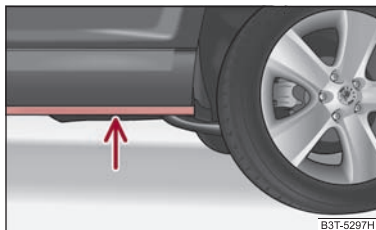

Fig. 40 Cresta del longherone inferiore del veicolo
- Prima di attraversare tratti d'acqua verificare la profondità dell'acqua. L'acqua non deve superare la cresta del longherone inferiore del veicolo ⇒ fig. 40.